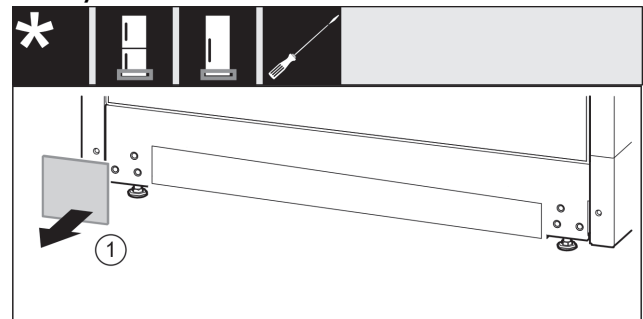

Fig. 16
- ▶ Odoberte kryt. Fig. 16 (1)